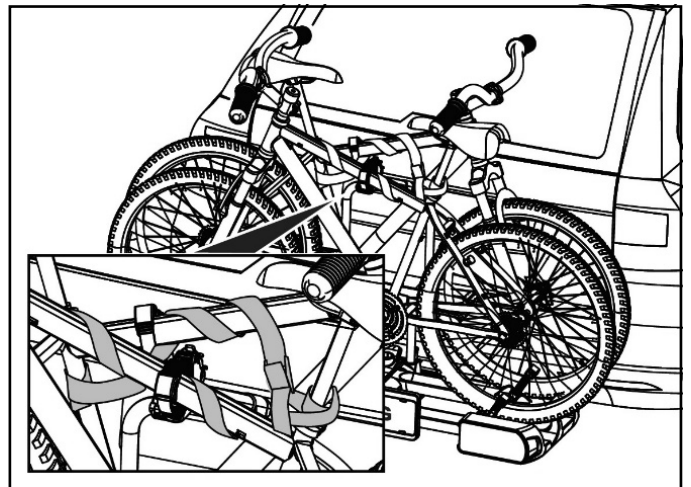

Bild 28: Anlegen des Sicherheitsgurts
- Überprüfen Sie vor jedem Fahrtantritt den korrekten und festen Sitz des Gurtes um die Fahrräder und U-Bügel des Trägers (Bild 28).